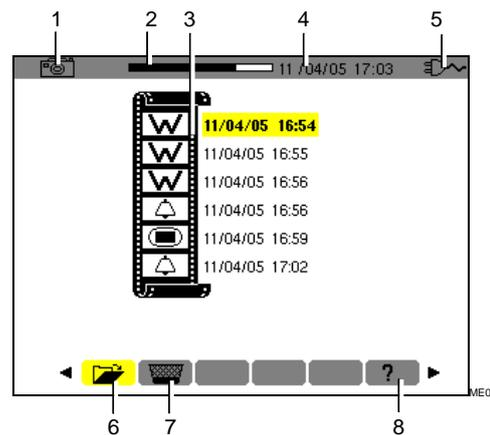

Figure 42 : Exemple d'affichage d'une liste de photographies d'écran.
L'afficheur présente la liste des photographies d'écran enregistrées (Figure 42).
1. L'écran de la liste des photographies d'écrans étant affiché (Figure 42), vérifier que le sous-menu  (bas d'écran) est sélectionné.
4. Retourner à la liste des photographies d'écrans (Figure 42) par ↵
1. L'écran de la liste des photographie d'écrans étant affiché (Figure 42), sélectionner le sous-menu  (bas d'écran) avec ◀▶.